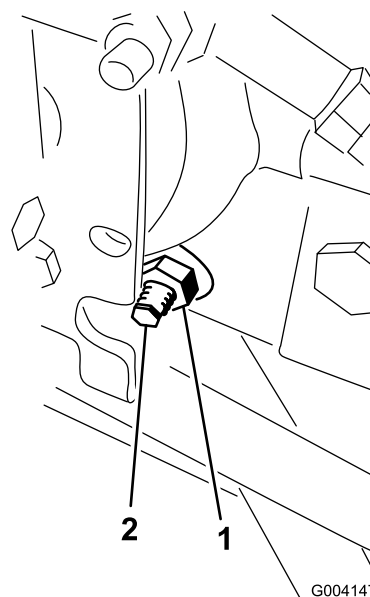

Figura 65
3. En el lado derecho del hidrostato, afloje la contratuerca de la leva de ajuste de tracción (Figura 65).